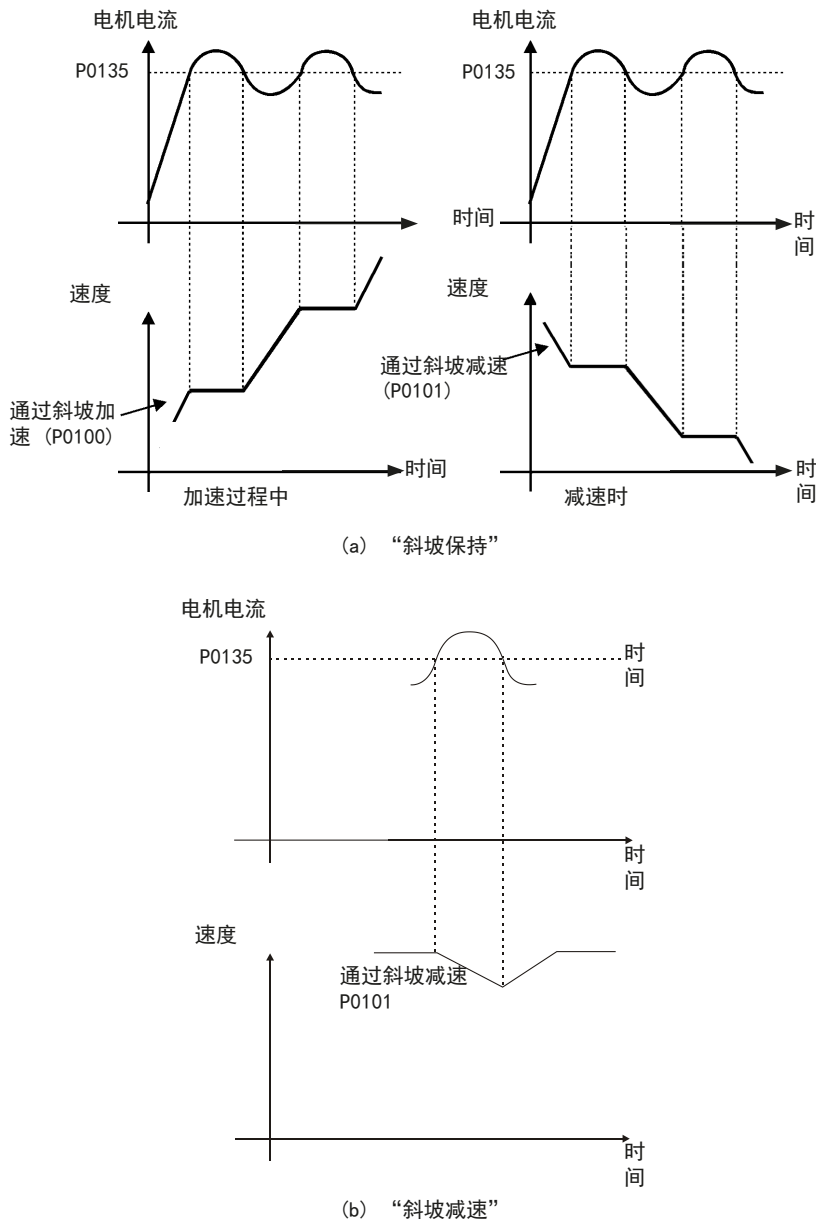

图9.9: (a) 和 (b) - 通过 P0135 工作模式限制电流
- ☑工作: 如果在加速或减速过程中电机电流超过 P0135 中调整的值, 则速度将不再增加 (加速) 或降低 (减速)。当电机电流低于 P0135 时, 电机将再次加速或减速。参考 图9.9 (a)。
- ☑工作: 如果电机电流超过 P0135 中调整的值, 则速度斜坡的输入将设为零, 从而强制减速。当电机电流低于 P0135 时, 电机将再次加速。参考 图9.9 (b)。